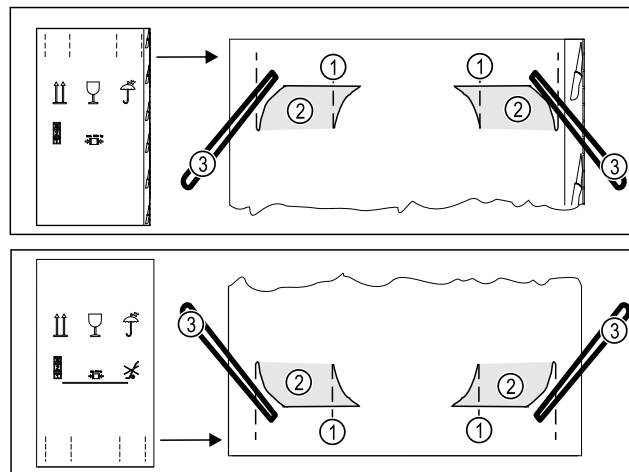

Fig. 5
- Tryck in förpackningskartongen ovan och nedan vid perforeringen *Fig. 5 (1)*.
- Dra ut intryckta flikar *Fig. 5 (2)*.
- Bärremmar *Fig. 5 (3)* syns.
- Dra ut alla fyra bärremmarna *Fig. 5 (3)*.
- Håll skåpet med alla fyra bärremmarna *Fig. 5 (3)*.